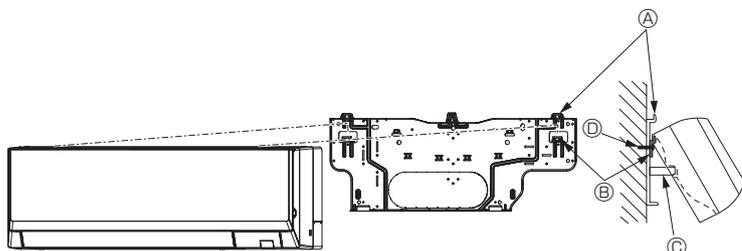

Fig. 3-12
• Если внутренний блок нельзя подвесить и поднять с помощью обычного крюка (размер 2.1. ⓐ) (расстояние между потолком и блоком составляет 75 мм или меньше), подвесьте блок на нижний крючок для левого трубопровода. (Fig. 3-12)
(Fig. 3-12)